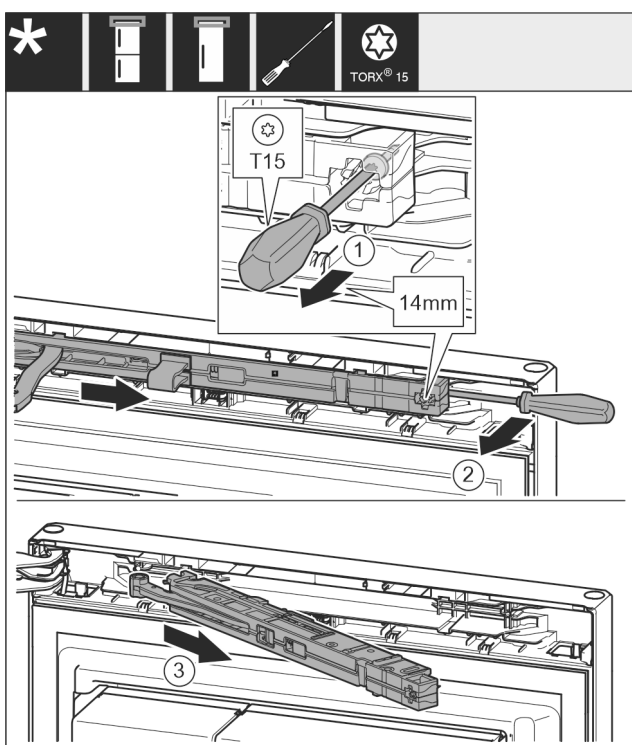

Fig. 10
- Desserrer la vis de l'amortisseur de fermeture de 14 mm environ avec un tournevis T15. Fig. 10 (1)
- Avec un tournevis, accéder à la partie postérieure de l'amortisseur de fermeture du côté de la poignée et faire pivoter en avant. Fig. 10 (2)
- Sortir l'amortisseur de fermeture. Fig. 10 (3)